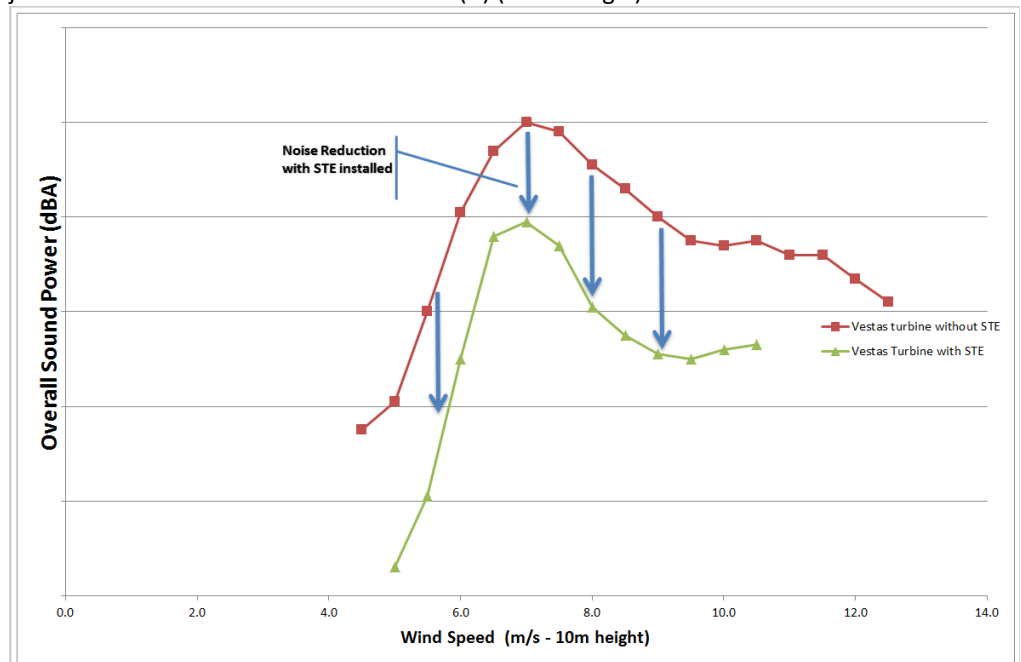

Abbildung 2: Geräuschkurve nach IEC 61400: Vergleich von Windenergieanlagen mit und ohne STE
Da STE an der hauptsächlichen Geräuschquelle ansetzen, können sie zudem dazu beitragen, den Schallleistungspegel insgesamt zu senken. Eine Schallleistungsbestimmung gemäß IEC 61400-11 ergab eine mögliche Senkung der Geräuschemissionen einer Windenergieanlage je nach Geräuschmodus um bis zu 1-3 dB (A) (Abbildung 2).